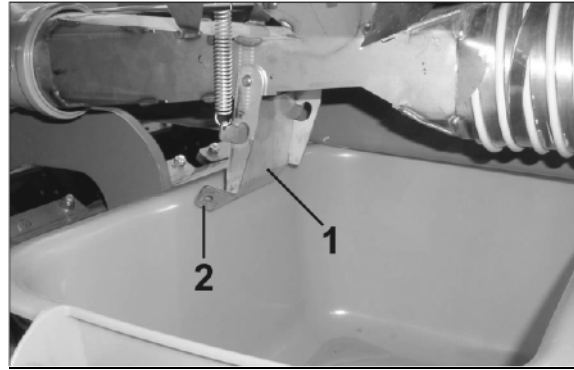

Fig. 103
3. Injektorschleusenklappe (Fig. 103/1) öffnen, damit das Saatgut / der Dünger in die Ab-drehwanne fließen kann.
Injektorschleusenklappe nur an der Lasche (Fig. 103/2) anfassen, sonst besteht Verletzungsgefahr beim Zuschlagen der federbelasteten Klappe.
Niemals mit der Hand zwischen Injektorschleusenklappe (Fig. 103/1) und Injektorschleuse fassen!